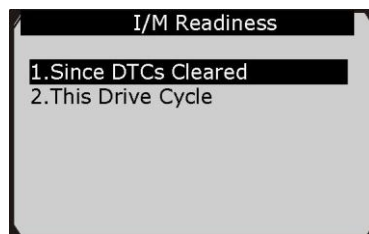

Рисунок 5-20
- 3) Если автомобиль позволяет выполнять оба типа проверок, на дисплее отображаются два пункта меню с названием соответствующей процедуры проверки. См. рисунок 5-20.